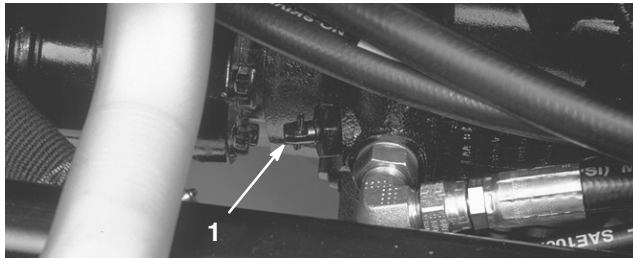

Bild 22
1. Ermitteln Sie das Sicherheitsventil an der Pumpe (Bild 22) und drehen Sie das Ventil um 90°.